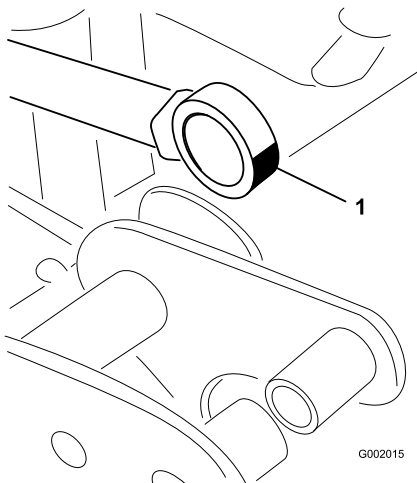

Figure 66
5. Faites pivoter le roulement au bout de la tige de vérin et appliquez de la graisse dans le roulement (Figure 66).